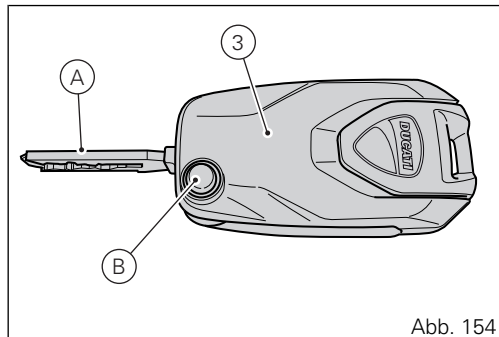

Abb. 154
Das Key-on erfolgt auf das Drücken der Taste (6) am Lenker und bei Vorhandensein des aktiven Schlüssels (3, Abb. 154).
Das „Key-off“ erfolgt auf das Drücken der Taste (6) am Lenker, auch wenn der Schlüssel (3, Abb. 154) nicht vorhanden ist, jedoch nur bei einer Fahrzeuggeschwindigkeit gleich Null.
Das Key-on erfolgt auf das Drücken der Taste (7) am Hands Free-Block (1, Abb. 149) und bei Vorhandensein des aktiven Schlüssels (3, Abb. 154).
Das Key-off erfolgt auf das Drücken der Taste (7) am Hands Free-Block (1, Abb. 149) auch ohne vorhandenen Schlüssel (3, Abb. 154).
Das Key-on erfolgt durch Drücken der Taste (7) am Hands Free-Block (1, Abb. 149) ohne vorhandene Schlüssel (3, Abb. 154) und (4, Abb. 149) bzw. mittels Eingabe des PIN-Codes über die Anzeige im Cockpit. Das Key-off erfolgt auf das Drücken der Lenkertaste (6) aus der Position „Motor On“ in die Position „Motor Off“.